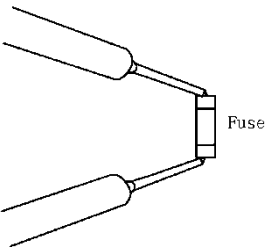

Fig. 2
- 2) Мультиметром проверьте целостность предохранителя, как показано на рис. 2.
| Fig. 2 | Рис. 2         |  |